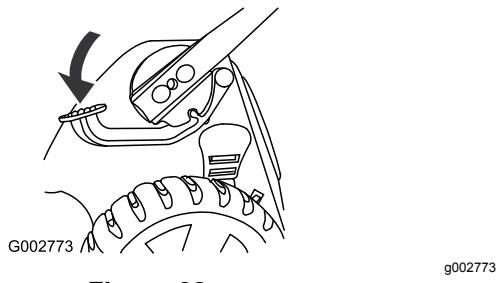

Figure 38
1. Appuyez sur la pédale et maintenez-la enfoncée (Figure 38).